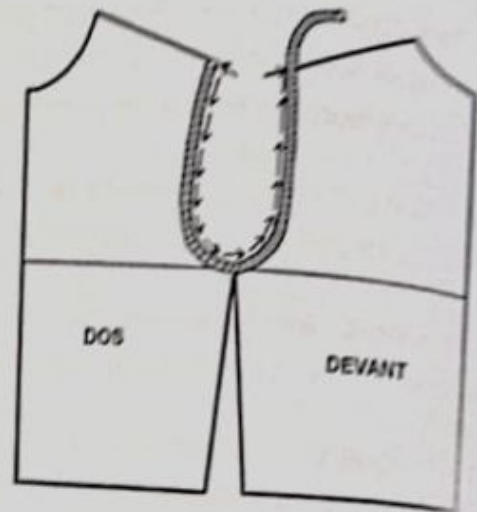

FIG. 1
**TOUR D'EMMANCHURE** : mesuré sur le corsage, avec un mètre ruban placé verticalement, le contour de l'emmanchure dos + le tour d'emmanchure devant à partir de l'épaule jusqu'à la ligne de côté (fig.1).